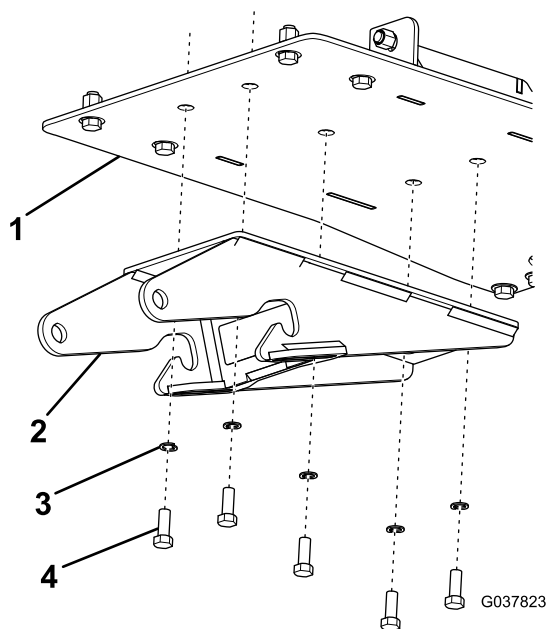

Figura 4
9. Con 5 pernos y arandelas abiertas de bloqueo, conecte, sin apretar, la soldadura de gancho a la placa de protección del chasis inferior (Figura 4).